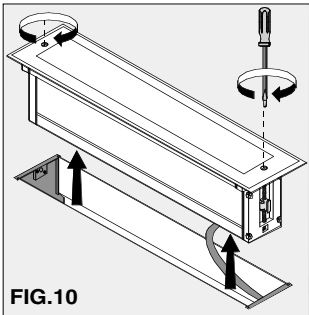

FIG.10
- Togliere l'apparecchio dalla cassaforma allentando le viti di fissaggio della cornice in acciaio INOX (attenzione: cornice e corpo inseparabili) **FIG.10**
- Disinstall the fitting from the housing unloosening the fixing screws of the Inox frame (attention: body and frame can't be separated) **FIG.10**
- Démontez l'appareil en dévissant les vis de fixation du cadre inox. **FIG.10**
- Die Befestigungsschrauben des Stahlrahmens lockern und die Leuchte vom Gehäuse unterscheiden (achtung: Rahmen und Koerper sind trennbar **BILD 10**)